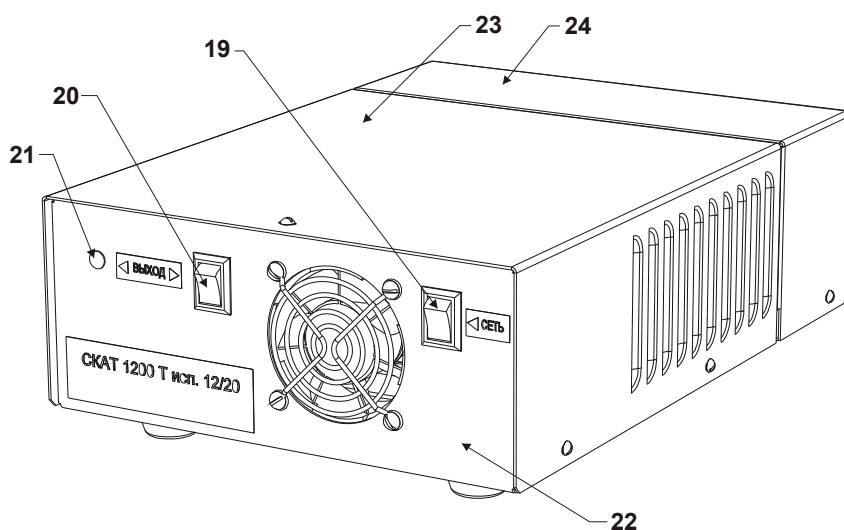

Рис.2
На лицевой панели корпуса размещены элементы управления, индикации и вентиляционное отверстие, закрытое защитной решеткой (рис.2).
- ◆ Подключите сетевые провода и провод заземления, или шнур питания сетевой (входит в комплект поставки) соблюдая фазировку, к соответствующим контактам колодки «Сеть», пропустив их под прижимной планкой (поз.18 рис. 2), предварительно ослабив фиксирующие ее винты не более чем на 4-5 оборотов, после чего затяните винты прижимной планки до обеспечения жесткой фиксации проводов.